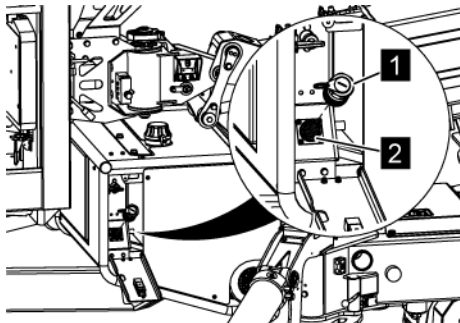

Abb. 44: Überbrückungsstecker
2. → Den Überbrückungsstecker (Abb. 44/1) durch Drehen gegen den Uhrzeigersinn lösen und abziehen.
Die Buchse (Abb. 44/2) muss im Betrieb entweder durch den Überbrückungsstecker (Abb. 44/1) oder die Kabelfernbedienung belegt sein, da sonst aus Sicherheitsgründen keine Bedienung möglich ist.
3. → Den Stecker der Kabelfernbedienung in die Buchse (Abb. 44/2) einstecken und durch Drehen im Uhrzeigersinn festziehen.